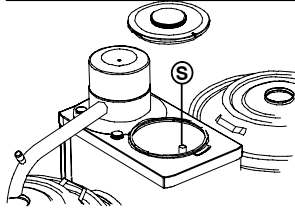

Fig. 22 Conducto de desbordamiento del sistema de agua caliente
- Descargue hasta la última gota de agua mediante el conducto de desbordamiento. Para ello, tire hacia arriba del conducto de desbordamiento (S.) que se encuentra en el sistema de agua caliente, tomándolo por la manguera, vea fig. 22 .
- Descargue hasta la última gota de agua mediante el conducto de desbordamiento. Para ello, tire hacia arriba del conducto de desbordamiento (S.), vea fig. 22 .